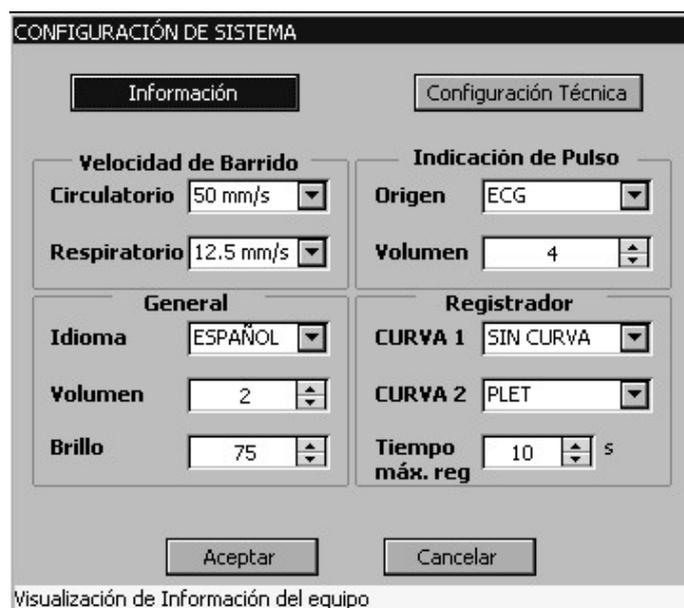

Figura 5-6 - Menú Configuración de sistema
El menú **Configuración de sistema** (ver Figura 5-6) contiene ajustes generales. A continuación, se muestra el procedimiento.
- 2 Presione el mando de control, se abrirá la ventana del menú Configuración General (ver Figura 5-6).
Existen dos velocidades de barrido independientes entre sí, una para el electrocardiograma, curvas pletismográfica y presiones invasivas; y otra para las curvas respiratoria y CO2 (ver Figura 5-6).